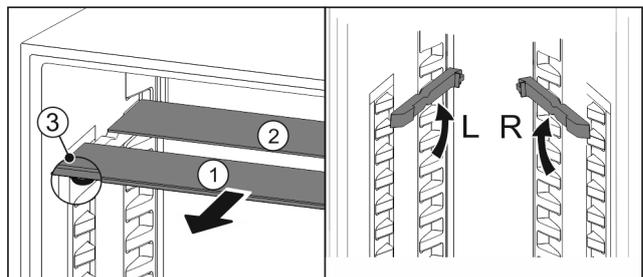

Fig. 51
- По одной извлеките Fig. 51 (1) стеклянные панели движением вперед.
- ▷ Стеклопанель Fig. 51 (1) с декоративной планкой лежит спереди.
- ▷ Стопоры Fig. 51 (3) показывают вниз.